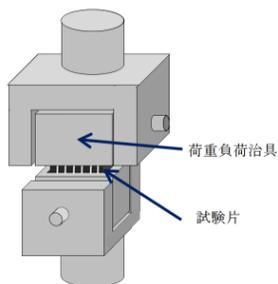

図1 フラットワイズ試験
- ▶ **高温特性評価** スキン材とコア材の接着強度測定のために、図1に示すフラットワイズ引張試験を、常温から300℃の測定温度域で実施しました。また、パネルの曲げ特性として、曲げ剛性、および曲げ強度を同様の温度域で試験を実施しました。